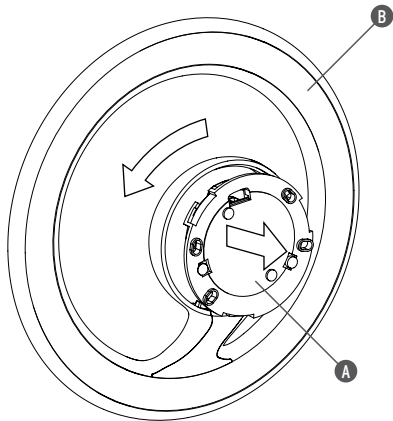

Fig. 1
- <IT> Fig.1 EUR-USA Smontare l'attacco a muro (A) dal corpo (B) dell'apparecchio con una leggera rotazione in senso anti orario.
- <EN> Fig.1 EUR-USA Remove the wall attachment (A) from the body (B) of the appliance turning it slightly anti-clockwise.
- <DE> Abb.1 EUR-USA Wandbefestigung (A) mit einer leichten Drehung gegen den Uhrzeigersinn vom Körper (B) des Geräts abmontieren.
- <FR> Fig.1 EUR-USA Démonter l'attache murale (A) du corps de l'appareil (B) en exerçant une légère rotation dans le sens contraire des aiguilles d'une montre.
- <ES> Imag.1 EUR-USA Desmontar el soporte de pared (A) del cuerpo del aparato (B) con una leve rotación en el sentido contrario a las agujas del reloj.
- <PT> Fig.1 EUR-USA Desmontar o suporte de parede (A) do corpo (B) do aparelho com uma leve rotação no sentido anti-horário.
- <RUS> Рис.1 EUR-USA Снять настенное крепление (A) с корпуса (B) устройства легким вращением против часовой стрелки.
- < J > 図.1 EUR-USA ウォールアタッチメント(A)を左回りに軽く回し、器具の本体(B)から取り外す。